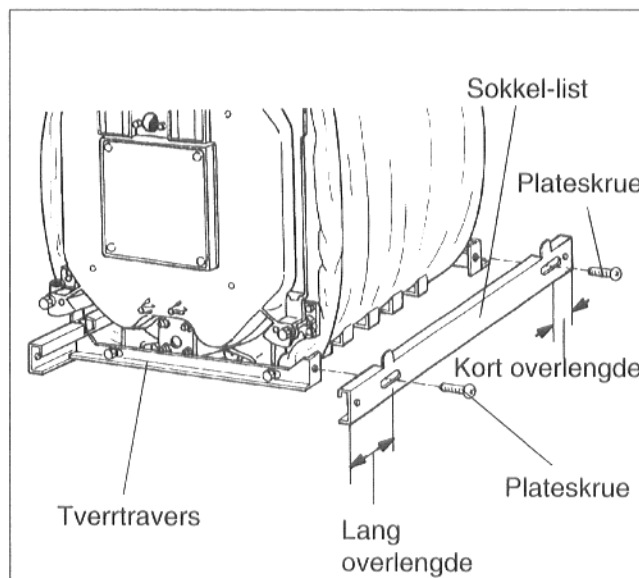

Fig. 35
- Sokkel-list med lang overlengde fremover henges inn på nedre travers (Fig. 35).
- Sokkel-list skrues til tverrtraversen med plateskruer (Fig. 35).
- Haken til hengslet på sideveggsklappen settes inn i utsparingen foran på sideveggen og skrues fast med plateskruer (Fig. 35).